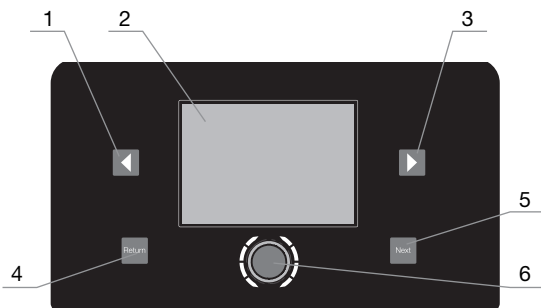

Рис. 3.3
1. Нажмите на кнопку 4 (Рис. 3.3) для перехода в меню выбор языка.
2. Вращайте регулятор 6 (Рис. 3.3) для выбора языка (английский или русский).
3. Подтвердите нажатием на регулятор 6 (Рис. 3.3) для выхода в главное меню.
1. Кнопкой 1 или 3 (Рис. 3.3) перейти на индикацию режима реза.
2. Кнопкой 1 или 3 (Рис. 3.3) перейти на индикацию режима работы резака.
3. Кнопкой 1 или 3 (Рис. 3.3) перейти на индикацию тока реза. Регулятором 6 (Рис 3.3) настроить необходимый ток реза, при этом возможно учитывать подсказку по толщине разрезаемого металла- позиция 8 (Рис. 6,1)
4. Кнопкой 1 или 3 (Рис. 3.3) перейти на индикацию режима Пост-продув.